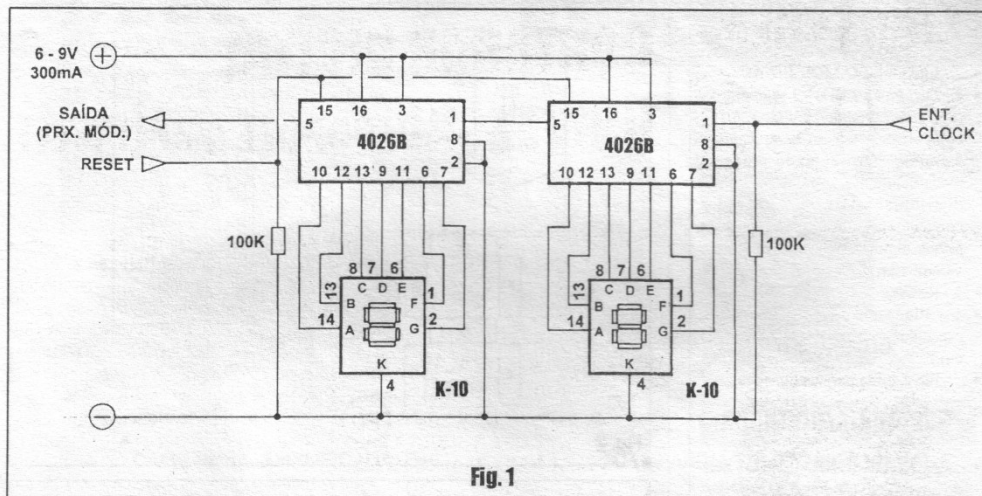

Fig. 1
- FIG. 1 - DIAGRAMA ESQUEMÁTICO DO CIRCUITO - A própria simplicidade (graças às maravilhas da micro-eletrônica...), já que - aparentemente - formado de apenas 6 componentes: dois integrados, dois *displays* e dois resistores...! Na verdade, meia dúzia é o número de *peças* e *não* o de componentes, já que os *displays* são arranjos híbridos, cada um deles contendo nada menos que 8 LEDs distribuídos em canaletas de reflexão, mais toda a interligação por trilhas metálicas, evidentes as ligações através da pinagem externa... Quanto aos integrados, então...! Cada um deles é um verdadeiro e enorme (em termos de *quantidade* de componentes ativos, e não de tamanho...) circuito, com muitas dezenas de *gates* lógicos, cada uma delas formada por vários transistores MOS, tudo *apertadinho* sobre um substrato de silício através de técnicas de miniaturização cada vez mais sofisticadas...! Cada um dos dois